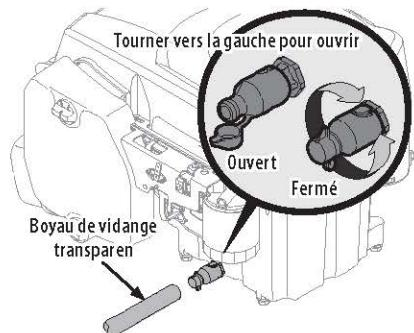

Figure 33
- Retirez le capuchon protecteur de la soupape de vidange (Figure 33).